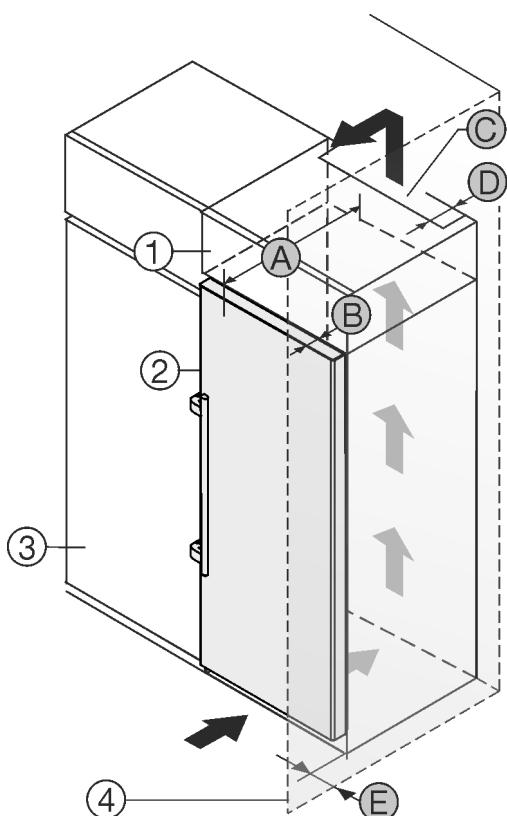

Fig. 2
Prietaisa galite statyti iš karto šalia virtuvės spintelės Fig. 2 (3).*
Galinėje uždedamos spintelės pusėje turi likti tarpas ventiliacijai, kurio gylis Fig. 2 (D) būtų per visą uždedamos spintelės plotį.*
Po patalpos lubomis turi būti laikomasi vėdinimo angos skerspjūvio Fig. 2 (C).*
Jei prietaisas su lankstais statomas greta sienos Fig. 2 (4), mažiausias atstumas tarp prietaiso ir sienos turi būti 57 mm . Tai atitinka rankenų išsikišimą esant atvertoms durims.*
Kad durys atsidarytu iki galio, palyginti su šaldytuvo priekiu, prietaisas turi išsikišti bent per savo durų gylį Fig. 2 (B). Priklausomai nuo virtuvės spintelės Fig. 2 (3) gilio ir atstumą iki sienos nustatančių detalių naudojimo, prietaisas gali išsikišti daugiau.*